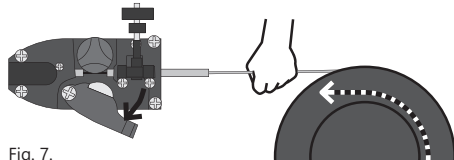

Fig. 7.
- (Vedi fig. 7.) Inserire almeno 30 cm di filo nella guida. Se la fine del filo è piegata, deve essere tagliata.